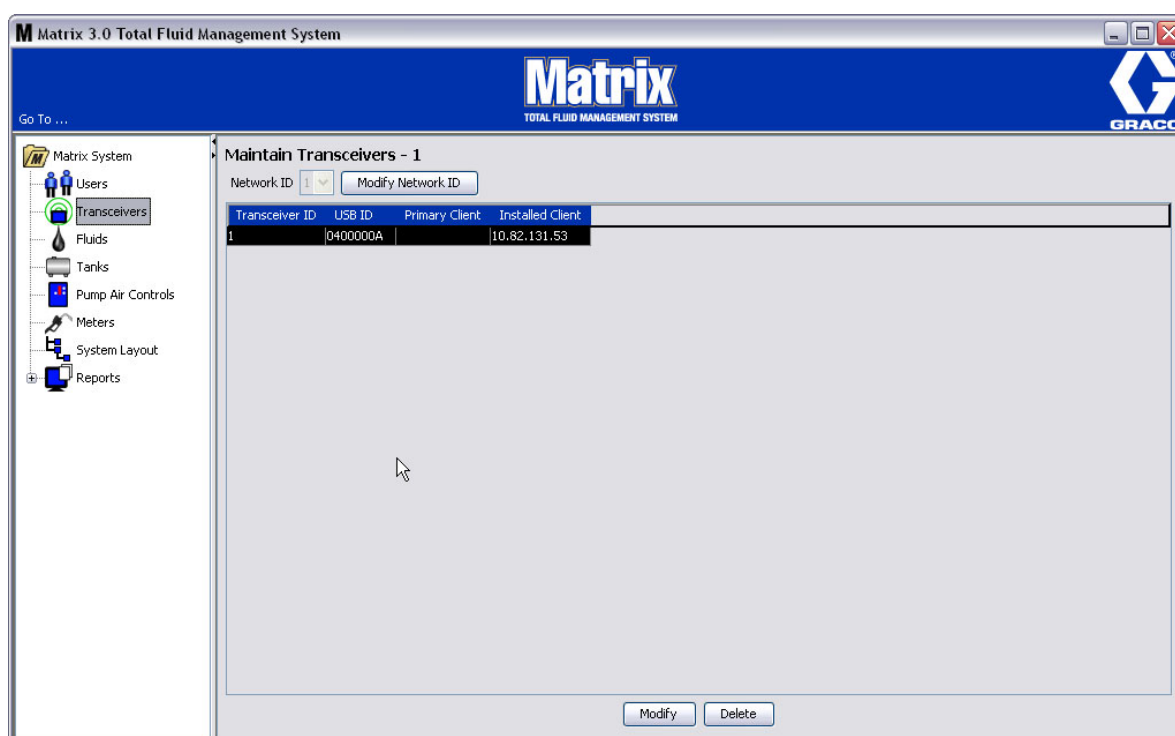
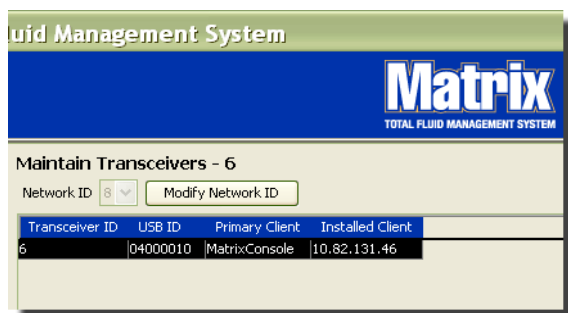

FIG. 58
FIG. 59
L'écran "Transceiver" (Émetteur-récepteur) de Matrix 3 Basic illustré dans la FIG. 58 est utilisé pour :
2. Pour configurer l'identification du réseau, sélectionnez le bouton "Modify Network ID" (Modifier l'identification du réseau) illustré dans la FIG. 59.
4. Le numéro d'identification du réseau sélectionné s'affiche maintenant au haut de l'écran "Transceivers" (Émetteurs-récepteurs), dans le champ "Network ID" (Identification du réseau) comme illustré dans la FIG. 58 et la FIG. 59.